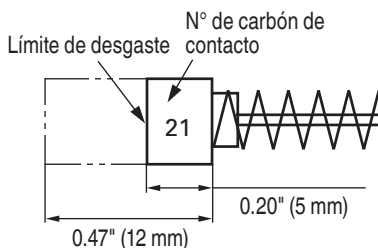

Fig. 19
4. Inspección de la escobillas (Fig. 19)
Utilice las escobillas metabo HPT Núm. 21 indicadas en la Fig. 19.